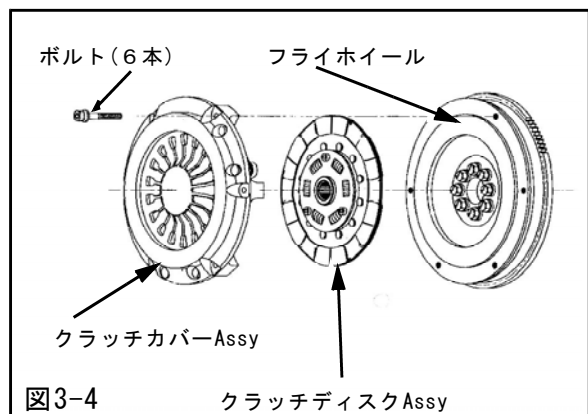

図3-4
- (4) フライホイールフェイス面およびクラッチカバーAssyのプレートの摩擦面を脱脂してください。
- (5) バランス取りペイントを同一方向に合わせて、クラッチディスクAssy, クラッチカバーAssyをクラッチカバーボルトを使用して、取付けてください。クラッチディスクAssyは、スプラインボス凸部がミッション側に向くように取付けてください。(図3-4) (P1×1, P2×1, P4×1)